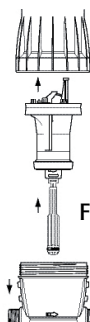

Fig. 17
- Estrarre l'insieme pistone motore (Fig. 17) tirandolo verso l'alto.